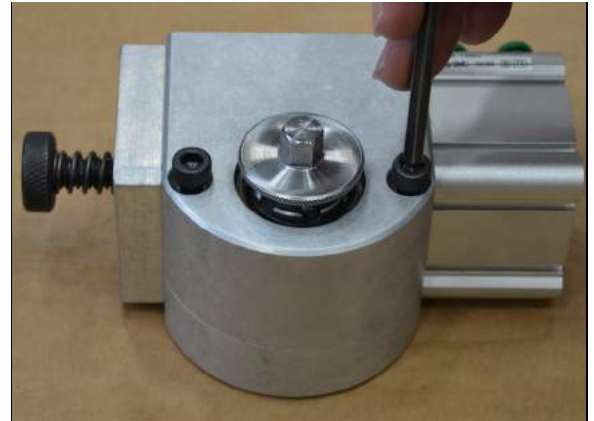

FIGURE 3-38. EMPLACEMENT DES BOULONS DU MODULE D'AVANCE
1. Retirez la tige d'avance et les deux boulons (voir la Figure 3-38).